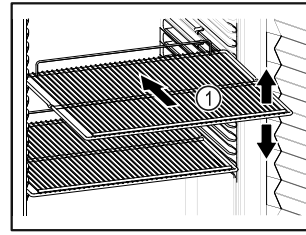

Fig. 50 Esimerkkikuva
- Sovita siirrettävät rivilätasot Fig. 50 (1) korkeuden mukaan.